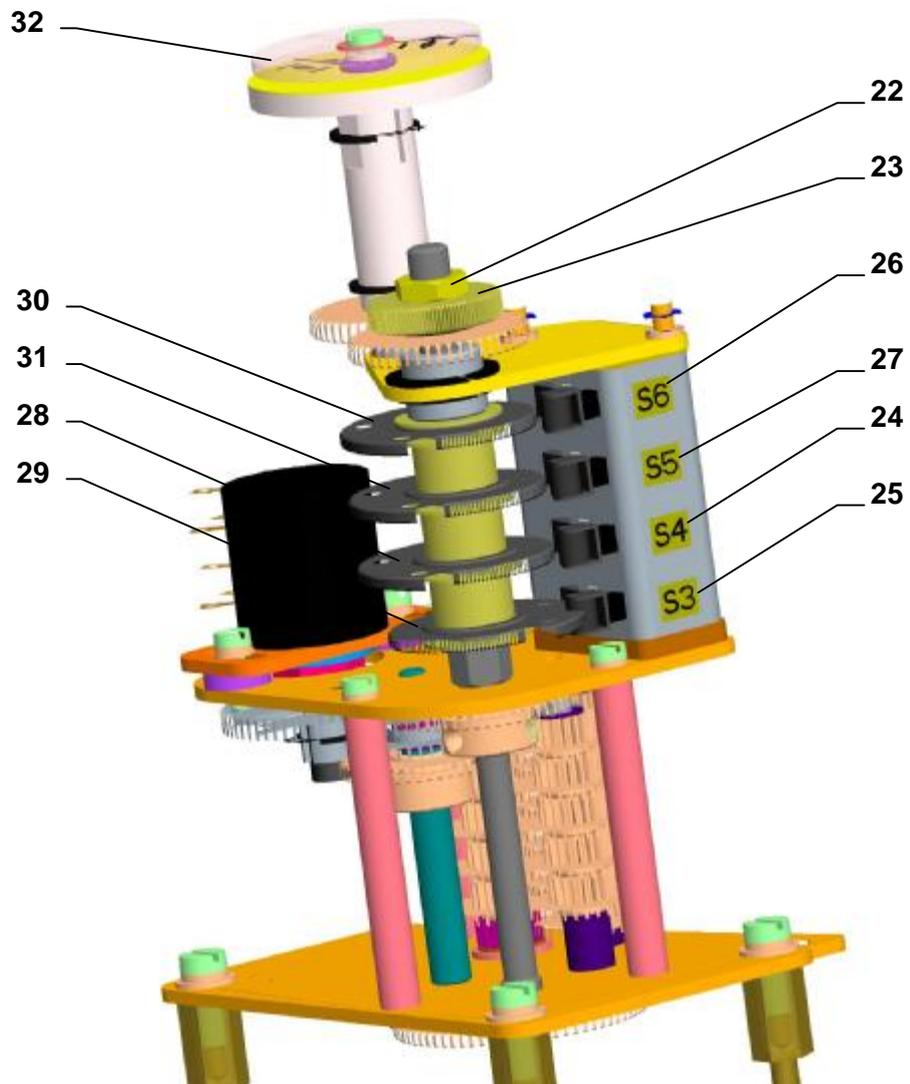

Рис.3
4.2 Настройка блока положения и сигнализации (рис.3)
Прибор на заводе-изготовителе настроен на постоянный ход(согласно спецификации), указанный на типовом щитке. Насколько заказчик неспецифировал величину конкретного рабочего хода, рабочие обороты установлены на 3-ий ступень избранного ряда хода. При установке, настройке и перестановке выключателей положения и сигнализации поступайте следующим образом(Рис. 3).
- регулируемое колесо переставте на требуемый ступень диапазона, по Таб.Н-2 и Рис.3а, ослаблением винта регулируемого колеса и после отрегулирования винт подтяните. При установке регулируемого колеса следите за правильным зацеплением с колесом данного ступеня,
- ослабьте гайку(22) при одновременном прижимании центральной накатной гайки(23) и потом гайку(23) крепляющую кулачки расслабьте настолько, чтоб тарелчатые пружины на кулачках еще создавали аксиальное пружинное усилие.
- прибор перестановте в положение «открыто» и кулачком(29) поворачивайте в направлении часовой стрелки, вплоть до переключения выключателя S3 (25).
- прибор перестановте о ход, при котором он будет сигнализировать положение «открыто» и кулачки(31) поворачивайте в направлении часовой стрелки, вплоть до переключения выключателя S5 (27).
- прибор перестановте в положение «закрыто» и кулачком(28) поворачивайте против направления часовой стрелки (при виде сверху) , вплоть до переключения выключателя S4 (24).
- прибор перестановте обратно о ход, в котором он сигнализирует положение «закрыто» и кулачком(30) поворачивайте против направления часовой стрелки, вплоть до переключения выключателя S6 (26).
- после настройки прибора, рукой закрепите кулачки центральной акатной гайки(23) при одновременном прижимании, потом гайку подтяните контргайкой(22).
- поворочте диск показателя положения(31) для данного числа оборотов по отношению к отметке на смотровом отверстии верхнего кожуха.
Рис.3а